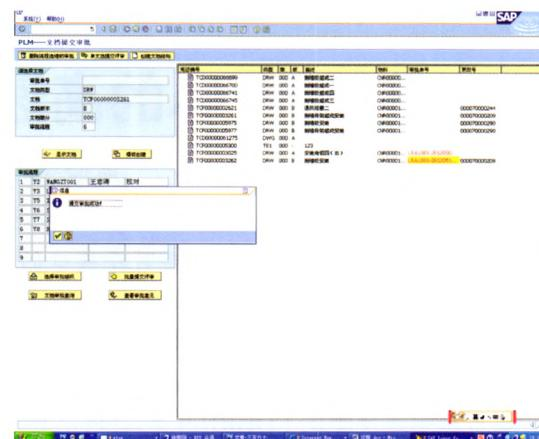

图5 导入SAP成功
(3) 设计师登入 SAP 中,执行数据检查命令,无错后,执行数据导入命令,即生成三维设计数据对应的物料、文档或 BOM,并在 SAP 中提交审签,如图 5 所示。